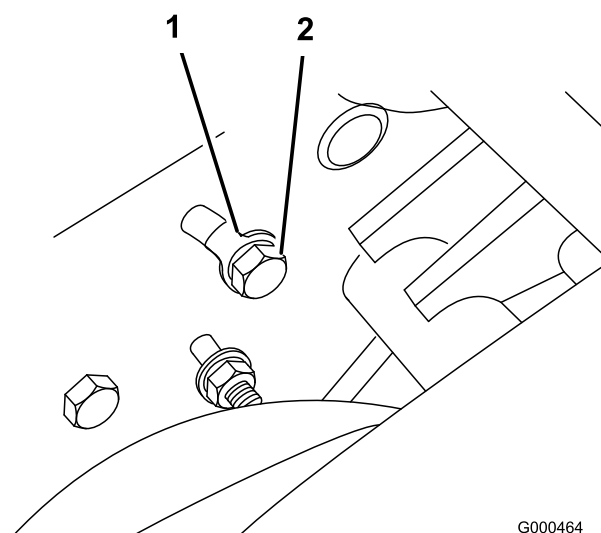

Figura 40
- A. Allentate la vite a testa cilindrica che sul retro della piastra laterale fissa la staffa di rinvio alla piastra stessa (Figura 40).